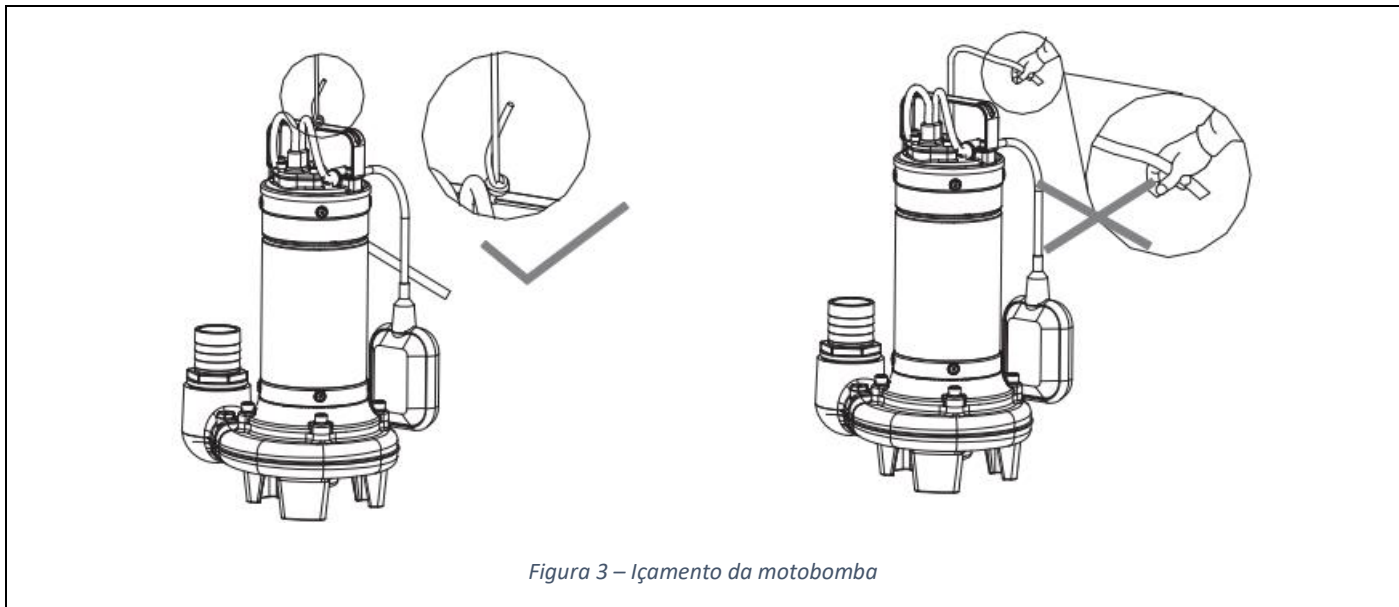

Figura 3 – Içamento da motobomba
3. Fixar a corda na alça da bomba e movimentá-la utilizando esta corda até o local de funcionamento, não utilizar o cabo de alimentação para realizar esta etapa, conforme figura 3;